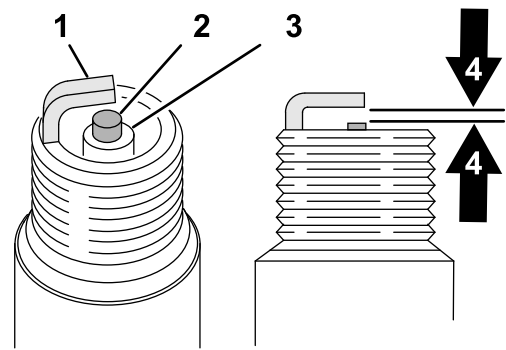

**Figura 154**
1. Controllate la parte centrale di entrambe le candele (Figura 154). Se l'isolatore è di color marrone chiaro o grigio, il motore funziona correttamente. Una patina nera sull'isolatore significa in genere che il filtro dell'aria è sporco.